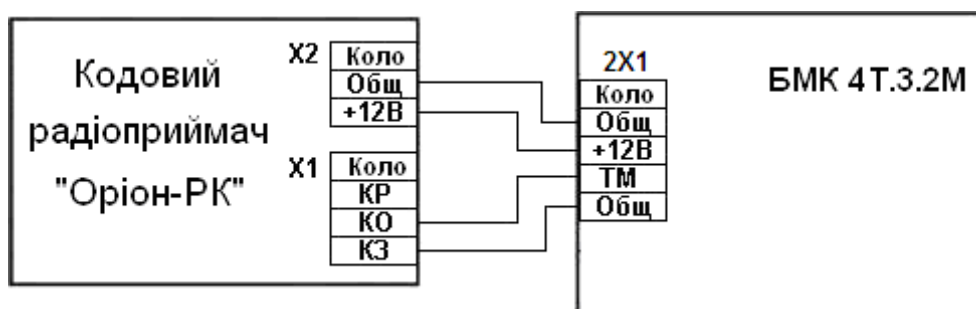

Рисунок 3 - Схема підключення кодового радіоприймача «Оріон-РК»
6.10 При необхідності керування приладом за допомогою радіокомплекту «Оріон-РК» підключити кодовий радіоприймач радіокомплекту до приладу згідно рис. 3 (поставляється по окремому замовленню). В такому випадку приладом не можна буде керувати за допомогою ключів Touch Memory. Керівництво з експлуатації радіокомплектom «Оріон-РК» можливо завантажити з сайту виробника [www.tiras.ua](http://www.tiras.ua) у вкладці «завантаження».